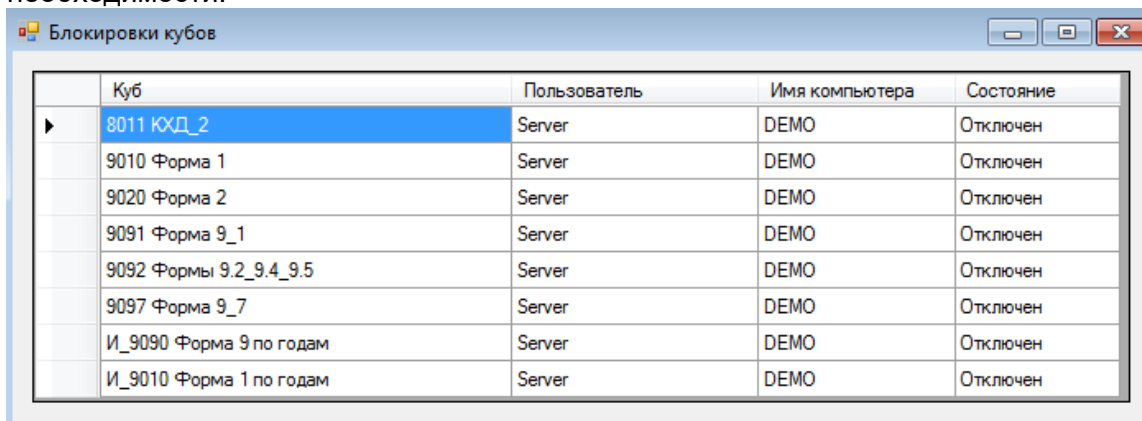

Рисунок 4. Окно **Блокировки кубов пользователями**.
- Блокировки кубов - открывает окно (Рисунок 4), в котором отображается информация о заблокированных (открытых) в настоящий момент другими пользователями кубах, имена пользователей и сетевые имена компьютеров, с которых осуществляется доступ к кубам. Пользователь с правами администратора может удалить блокировку куба при необходимости.